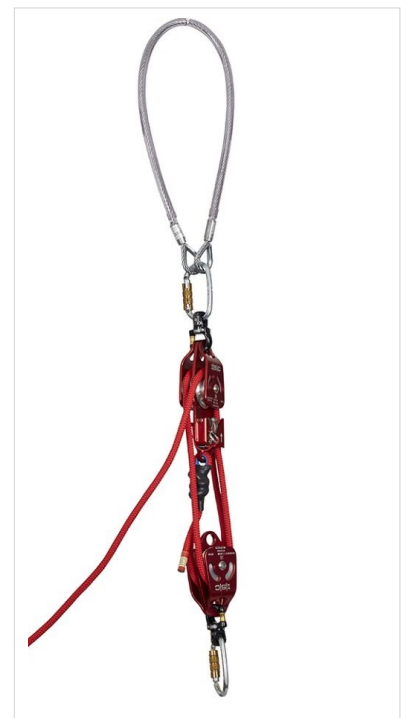

Fig 2
Aak Taljesystem kommer ferdig montert og klart til bruk. Aak Taljesystem består av to doble trinser hvorav den ene har en fastmontert taulås (fig.2). Taulåsen (A) gjør det mulig å heise en last samtidig som den forhindrer at lasten låses hvis man slipper taket i tauet. Taulåsen opereres ved å dra i et tynt tau (B). Splinten (C) sikrer at tauet ikke hopper ut av taulåsen ved et uhell og brukes dessuten til å låse taulåsen i åpen stilling. Tauet (B) kan forlenges hvis ønskelig. Settet er utstyrt med svingler både oppe og nede for best mulig funksjon, samt ovale stålkabinere med autolock funksjon til EN1891A, rødt og 11mm tykt.